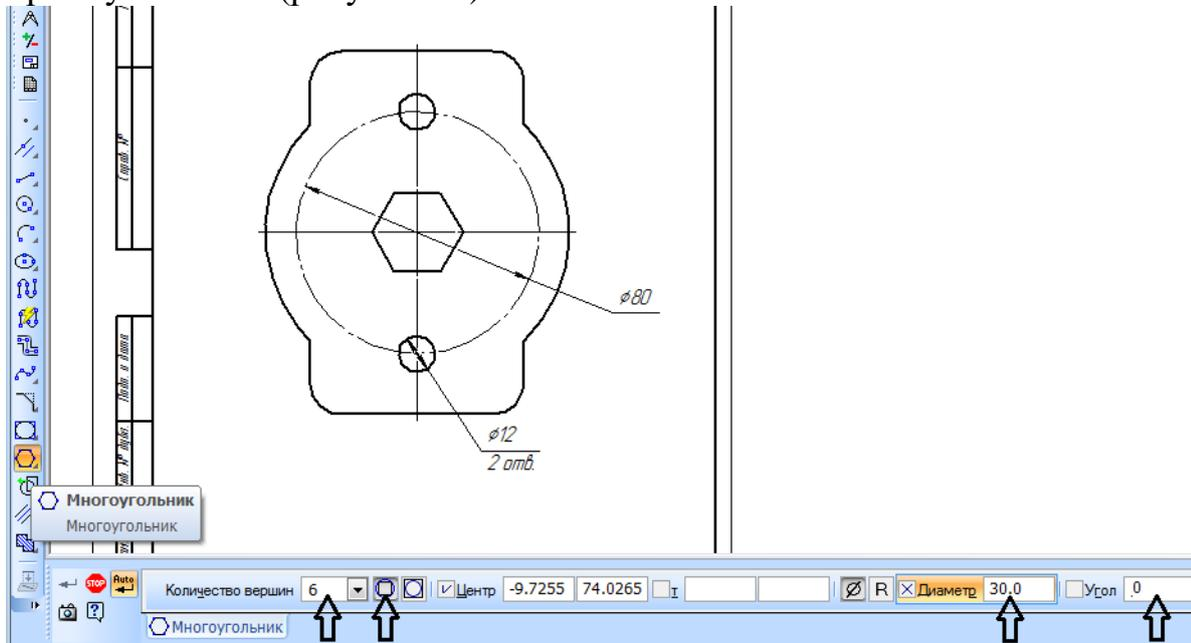

Рисунок 17
11. Для построения правильного шестиугольника активизируйте на компактной панели **Геометрия** команду  - **Многоугольник** (находится под кнопкой прямоугольника). Задайте количество вершин «6», по описанной окружности, $\varnothing 30\text{мм}$, угол **0градусов**, обязательно нажмите кнопку  - **По описанной окружности**, зафиксируйте в центре прямоугольника (рисунок 17).